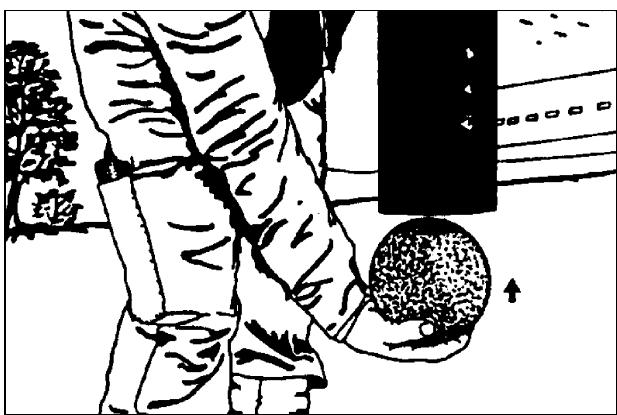

Fig. 3
- **Primero** introducir a presión en el tubo flexible final la bola de goma esponjosa **húmeda** (Fig. 3), **a continuación** conmutar la bomba de hormigón a **un número de emboladas moderado** a "aspirar" (marcha atrás).